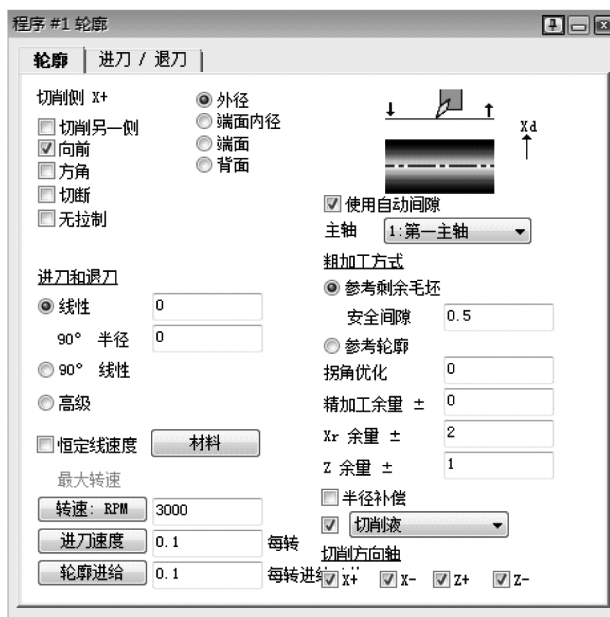

图 7-6 轮廓车削 1
1) 用#12 刀具为程序#1 创建如图 7-6 所示的轮廓车削程序。#12 刀具将留有 Xr 方向